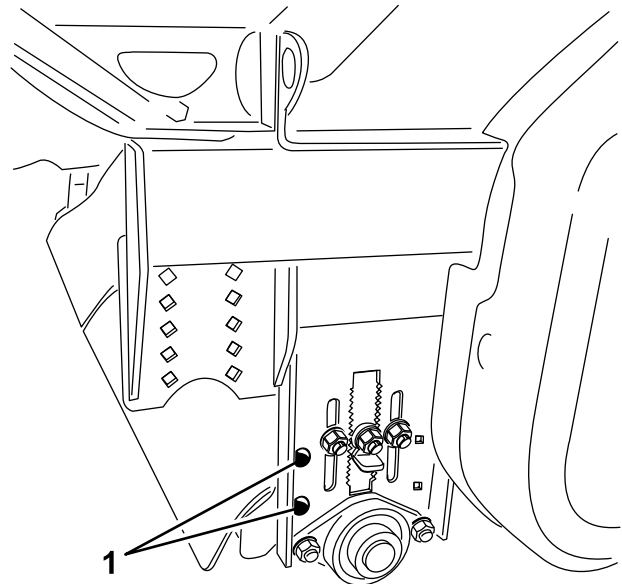

Bild 33
1. Lösen Sie die Einstellbefestigungen des Rollenabstreifers (**Bild 33**).